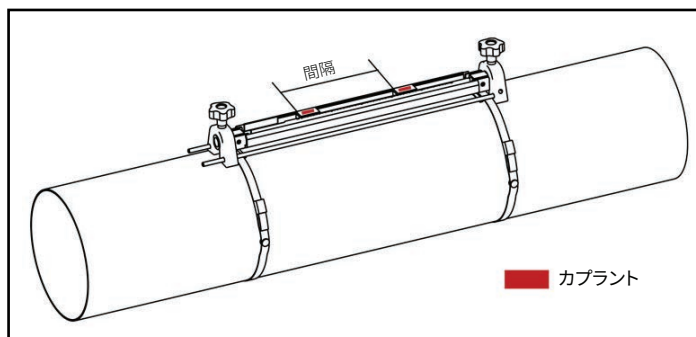

図 13：トランスデューサ間隔の設定とカプラントの塗布
- b. メーターで計算した間隔にトランスデューサをセットします。固体カプラントを使用する場合は、トランスデューサの両面に塗布します。その後、トランスデューサをレールに戻します（以下の図 13 を参照）。